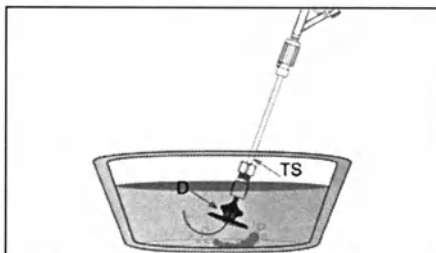

Fig. 10
Подтяните за катетер толкателя (PC) и полностью задвиньте устройство (D) в транспортировочный интродьюсер (TS) (рис. 10).